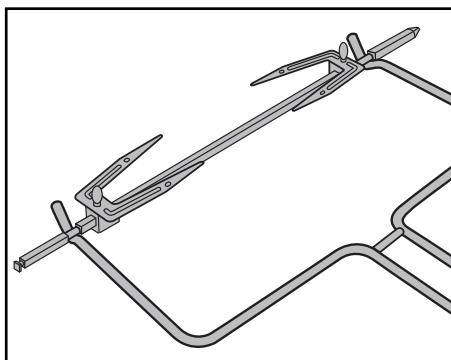

Fig. 3: Prinderea cleștelui **12** la rotisor **16**
- Pentru a scoate rotisorul fierbinte **16** introduceți cârligile de la capătul cleștelui **12** în decupajele de la rotisor **16** (fig. 3):